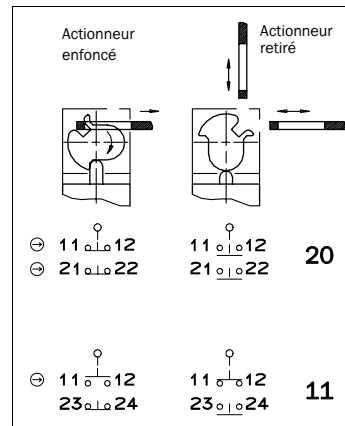

Fig. 6 : Éléments de commutation et fonctions de commutation pour les variantes avec presse-étoupe M20
- Pour le brochage, voir Fig. 6.